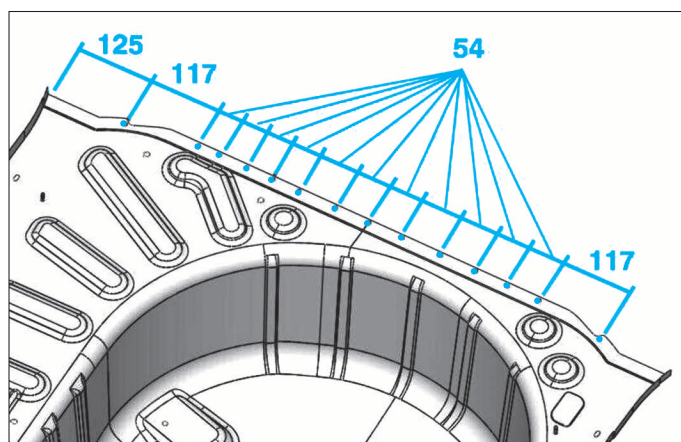

FIG. 102
- Percer les 14 trous de Ø 6,5 (Fig.102).